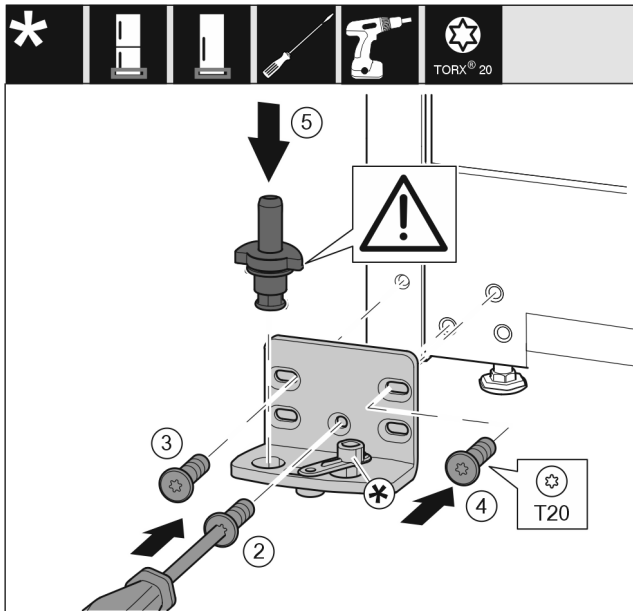

Fig. 20
- ▶ Lagerbock auf der anderen Seite ansetzen und mit Hilfe eines Schraubendrehers anschrauben. Mit der Schraube Fig. 20 (2) unten in der Mitte beginnen.
- ▶ Schraube Fig. 20 (3) und Schraube Fig. 20 (4) fest-schrauben.
- ▶ Lagerbolzen Fig. 20 (5) komplett einsetzen. Dabei darauf achten, dass der Rastnocken nach hinten zeigt.